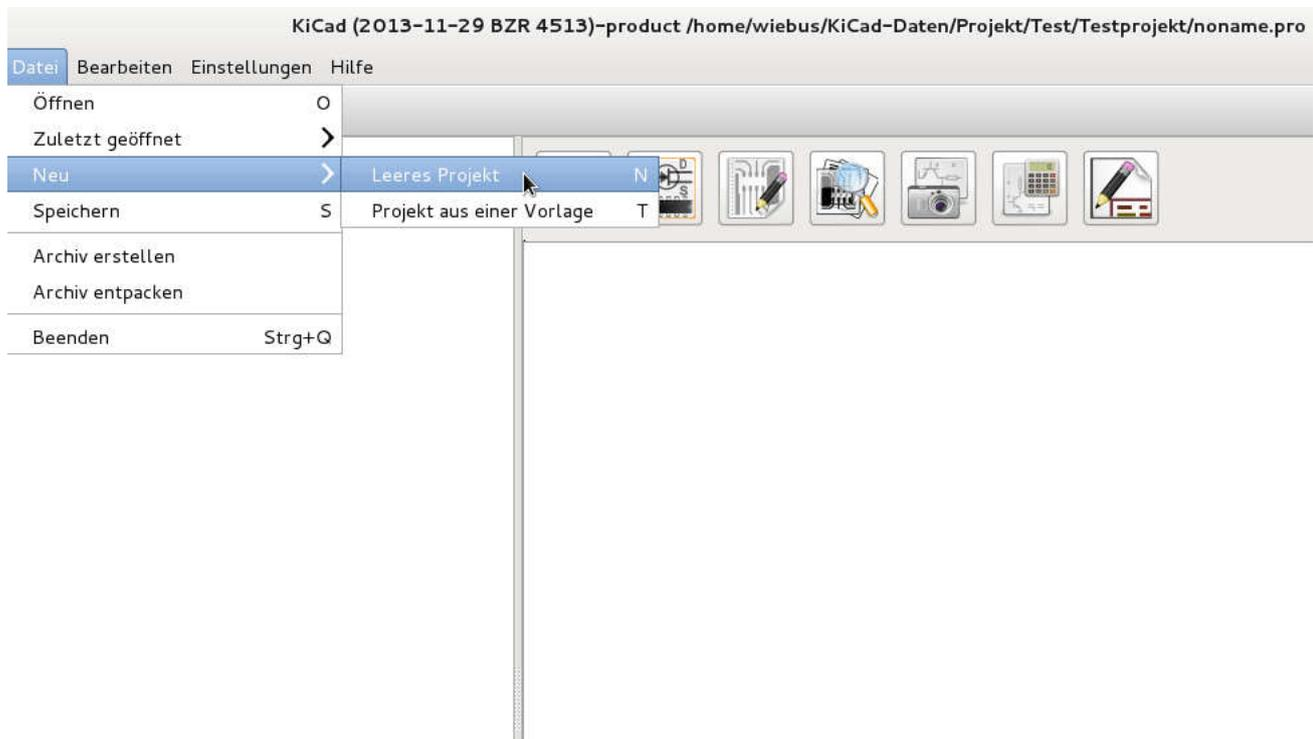
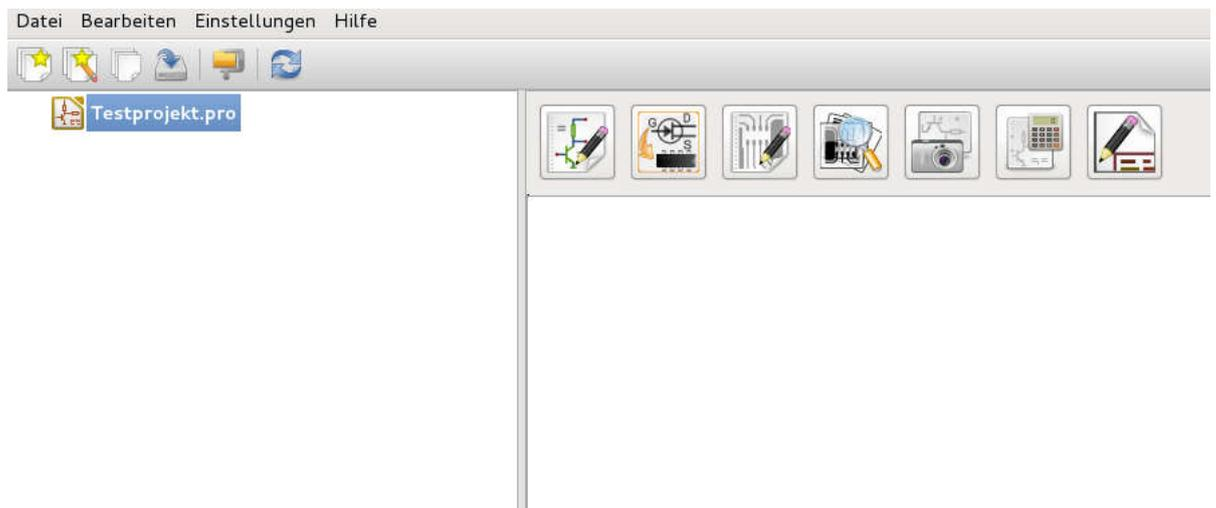

Abbildung 1: Anlegen eines „Testprojektes“ in KiCad.
Abbildung 2: Anlegen eines „Testprojektes“ in KiCad: Ergebnis.
**A** Starten Sie KiCad und erstellen ein neues, leeres, Projekt . Dazu oben links im Toolbar unter Datei > Neu > leeres Projekt wählen. Im Ordner „Testprojekt“ wird die Projektdatei „Testprojekt.pro“ angelegt. Siehe Abbildung 1. Die Namensendung des Projektfiles mit .pro ist obligatorisch in KiCad. Anschliessend finden Sie im KiCad Projektbaum das Projekt Testprojekt.pro, dem noch nichts zugeordnet ist. Siehe Abbildung 2.